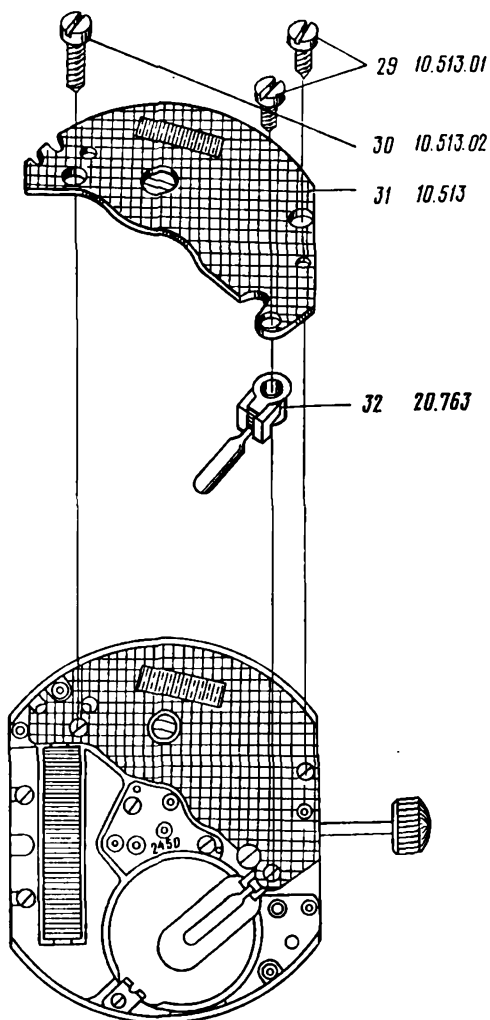

Рис. 147. **Примечание:** при демонтаже блока кварцевого генератора избегать повреждения токоведущих частей и элементов блока.
33. Отвернуть и снять винты 29, 30 блока кварцевого генератора (рис. 147)